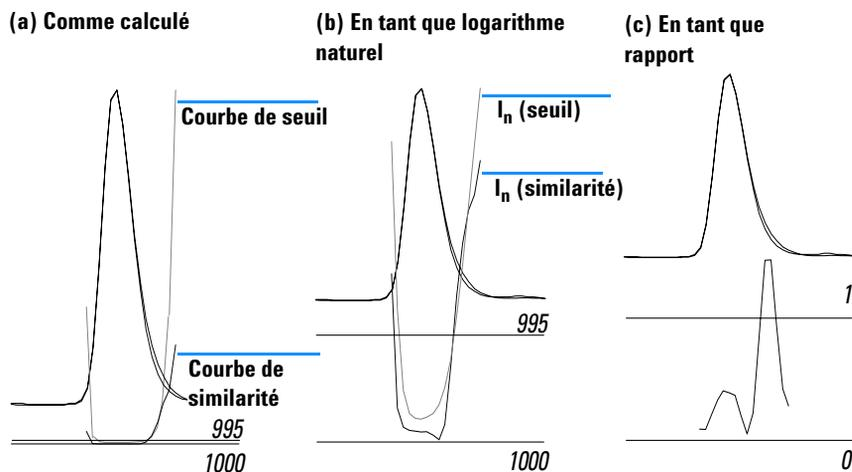

Figure 12 Courbes de similarité et de seuil,
- 1 Sans aucune transformation, voir la Figure 12 \(a\) ;
- 2 En tant que logarithme naturel, \ln , voir la Figure 12 \(b\), présente l'avantage d'être plus détaillé pour le sommet du pic dans la partie inférieure du graphique ;
, voir Figure 12 \(c\).